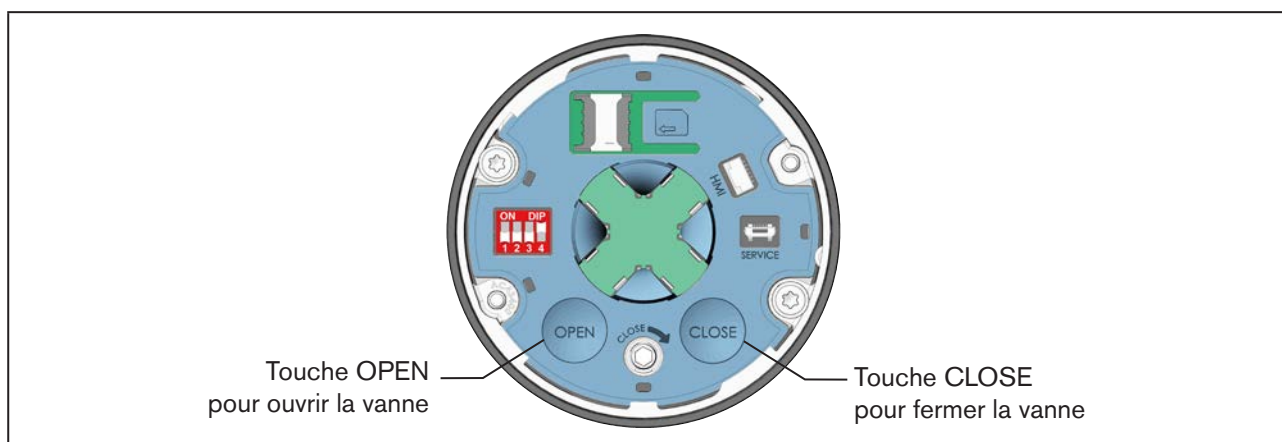

Figure 42 : Commande manuelle électrique pour appareils sans module d'affichage
- Ouvrir ou fermer la vanne avec la touche OPEN et la touche CLOSE (voir « Figure 42 »).